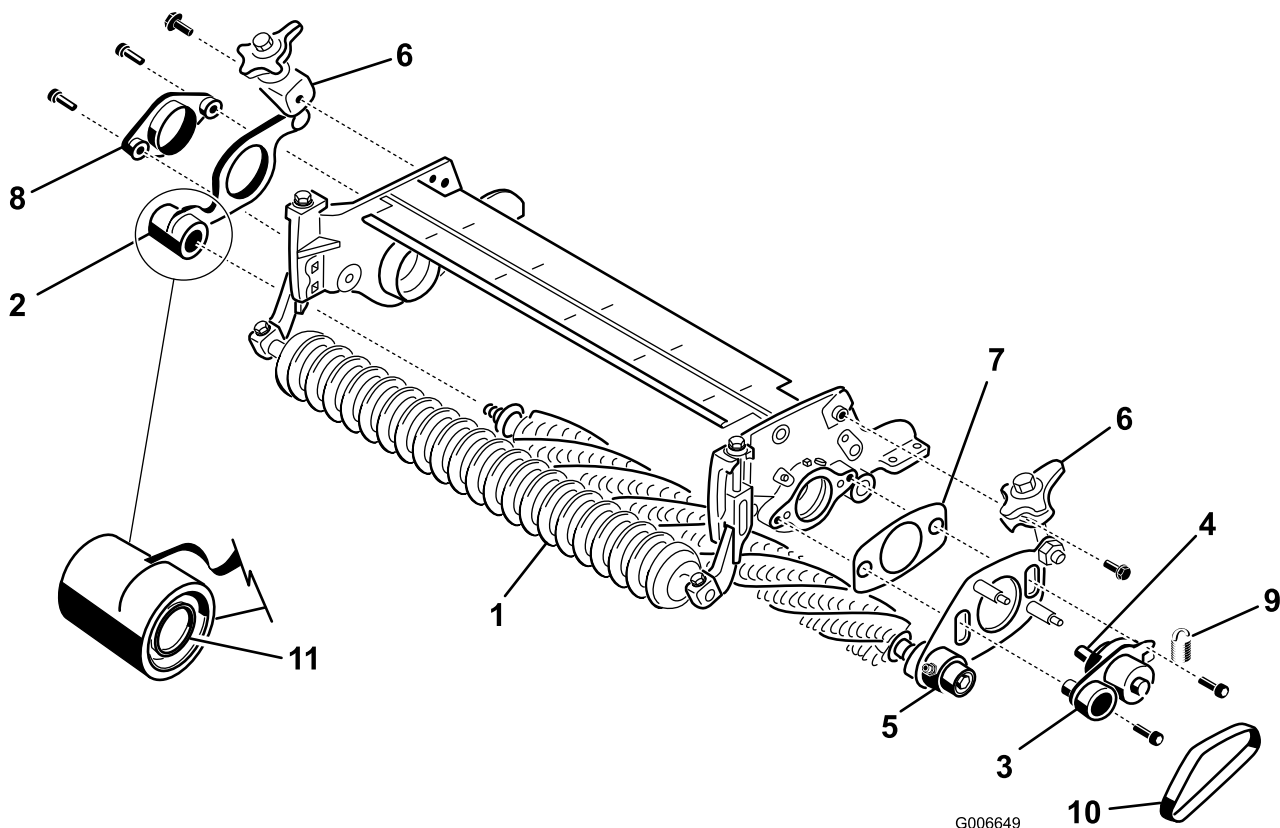

Figura 24
21. No lado **sem transmissão** do conjunto do rastelo, deslize a placa do rastelo para fora do conjunto dos eixos do mesmo (Figura 24).
23. No lado de transmissão da unidade de corte, monte o encaixe de eixo, a placa lateral do rastelo e o calço na placa lateral da unidade de corte, com parafusos de cabeça flangeada, de (2) 3/8 x 1 polegadas (Figura 24). Antes da instalação, aplique Loctite azul nas roscas dos parafusos.
24. Instale a placa sem transmissão do rastelo no eixo da mesma (Figura 24). Seja cuidadoso para não retirar a mola do vedante.
25. Fixe o encaixe do eixo sem transmissão à placa lateral da unidade de corte, com (2) parafusos de 3/8 x 1 pol. (Figura 24). Antes da instalação, aplique Loctite azul nas roscas dos parafusos.
27. Monte os conjuntos das alavancas de libertação rápida nas placas laterais, com porcas de cabeça flangeada de 3/8 x 3/4 pol. (Figura 24).
28. Instale a correia do rastelo nas polias (Figura 24). Certifique-se de que as saliências da correia assentam devidamente nas ranhuras de cada polia.